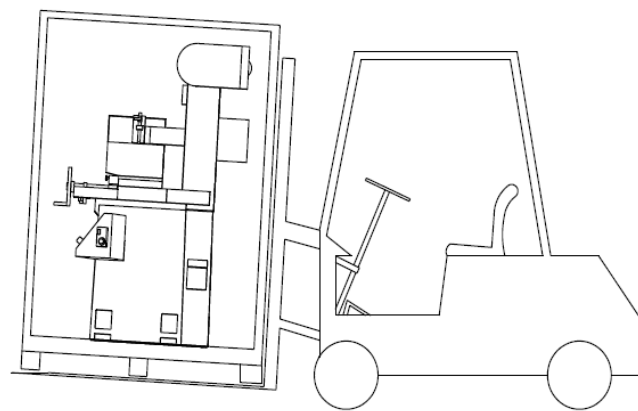

Рис.4.2.1
- (1) Вес брутто станка в упаковке составляет 970 кг.
- (2) Грузоподъемность погрузчика должна превышать вес перемещаемого груза.
- (3) Способ транспортировки показан на Рис.4.2.1, длина вилок погрузчика должна быть достаточной, чтобы они проходили по всей длине станка.
- (4) Не поднимайте упаковку выше чем на 120 мм.
- (5) Оператор погрузчика должен иметь соответствующую квалификацию и допуск к работам.